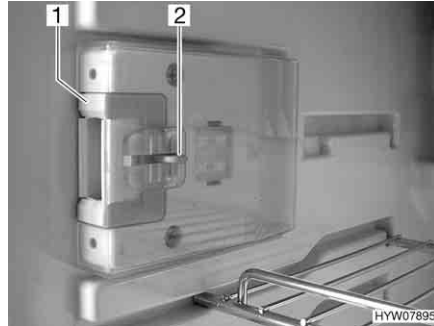
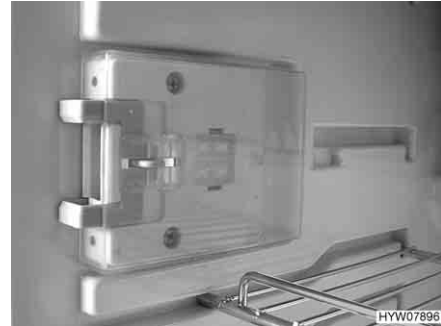

Fig. 213 Dispositif de fermeture en position normale
Fig. 214 Dispositif de fermeture en position de ventilation
- Presser le bouton de déverrouillage (Fig. 213,2).
- Pousser le dispositif de fermeture (Fig. 213,1) vers l'avant (Fig. 214).